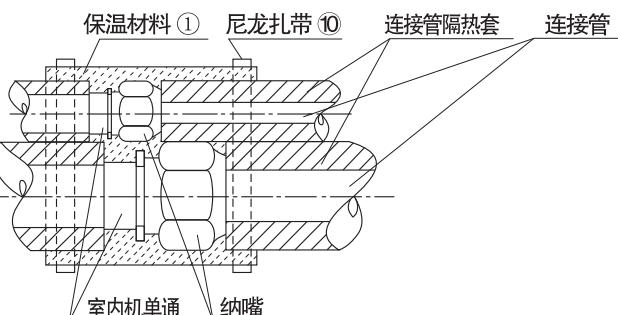

图9
- 4 管道安装后用附件①保温材料包住所有扩口管连接部分, 如图9。